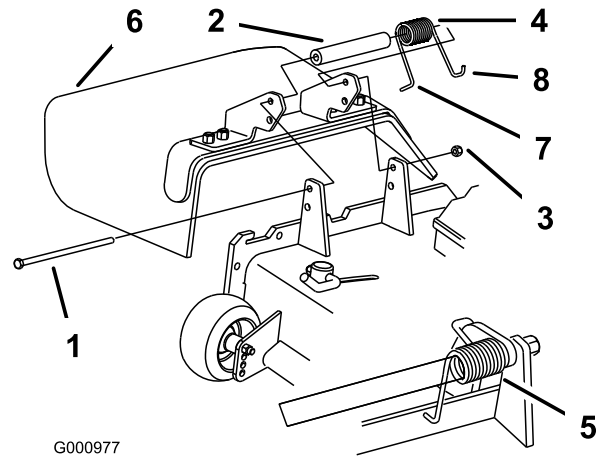

Figura 80
1. Retire la contratuerca, el perno, el muelle y el espaciador que sujetan el deflector a los soportes de pivote (Figura 80). Retire el deflector de hierba dañado o desgastado.
Nota: Asegúrese de colocar el extremo en L del muelle detrás del reborde de la plataforma antes de instalar el perno, según muestra Figura 80.
3. Instale el perno y la tuerca Coloque el extremo en **J** del muelle alrededor del deflector de hierba (Figura 80).